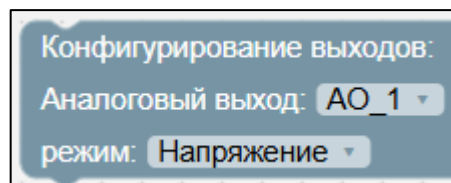

Рисунок II-36 – Блок конфигурирования
1) блок конфигурирования (см. Рисунок II-36):